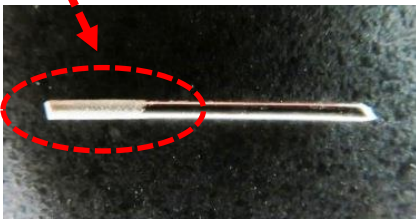

図 13 電極棒
- ③ ソケット内側の穴から電極棒を銀塩化銀が塗られていない側から挿入します。(図 13,14)